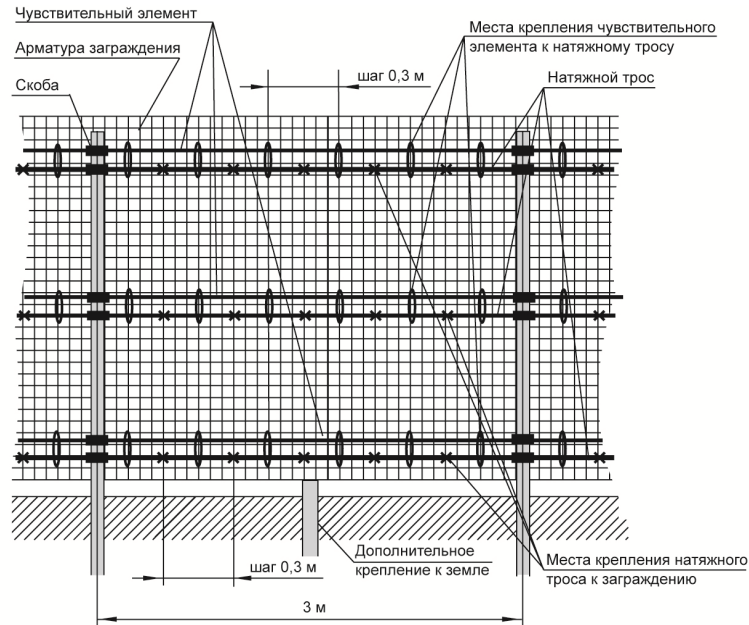

Рис. 7.1 – Заграждение из сварной оцинкованной сетки типа ССЦП
- гибких заграждениях, выполненных из армированной колючей ленты (далее по тексту - АКЛ), сетки ССЦП (сетка сварная), сетки «Рабицы», колючей проволоки и т.п. (см. Рис. 7.1 ÷ 7.4);
К заграждению из сварной оцинкованной сетки типа ССЦП (см. Рис. 7.1) предъявляется следующее требование: сетка должна быть равномерно натянута между опорами заграждения с усилием не менее 100 кг.